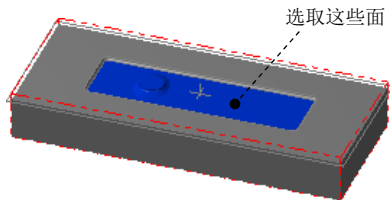
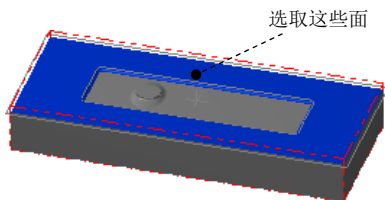

图 7.21 选取加工面
图 7.22 选取干涉面
Step2. 设置加工区域。在图形区中选取图 7.21 所示的曲面(共 9 个), 然后按 Enter 键, 系统弹出“刀具路径的曲面选取”对话框。然后单击 **检测** 区域中的 按钮, 选取图 7.22 所示的面(共 9 个)为干涉面, 然后按 Enter 键。单击 按钮完成加工区域的设置, 同时系统弹出“曲面精加工浅平面”对话框。